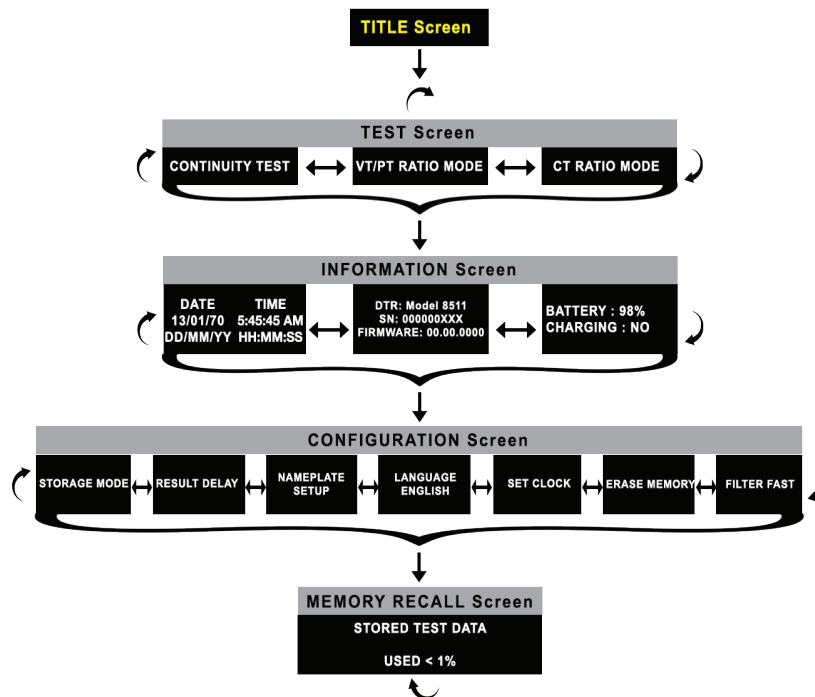

Abbildung 9
■ **Vertikale Navigation** Drücken Sie die Aufwärts- oder Abwärts-Taste ( oder ), um innerhalb einer Menüebene nach oben oder unten zu wechseln. Auf diese Weise gelangen Sie beispielsweise zu den Bildschirmen Prüfung, Information, Konfiguration und Daten aufrufen (siehe Abbildung 9). Mit diesen Tasten wählen Sie außerdem das nächste oder vorherige Element in einer Gruppe aus oder ändern Werte wie Datum und Uhrzeit.